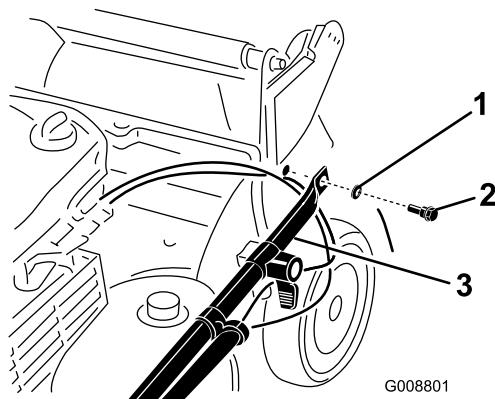

Figura 3
2. Fija los extremos del manillar al alojamiento del cortacésped con 2 arandelas y 2 pernos de manillar (Figura 3), **{pero no apriete los pernos del manillar}**.
Importante: Pase los cables *por debajo* del manillar (Figura 3).